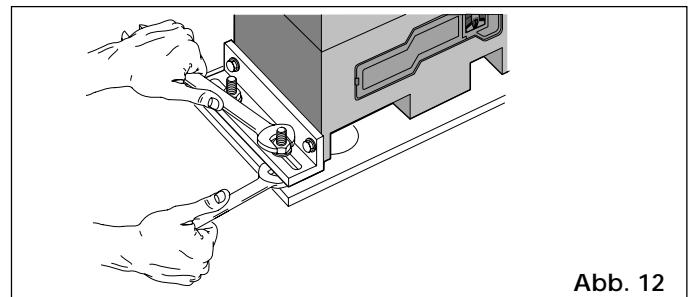

Abb. 12
- 5) Getriebemotor anhand Muttern gem. Abb. 12 auf der Fundamentplatte befestigen.